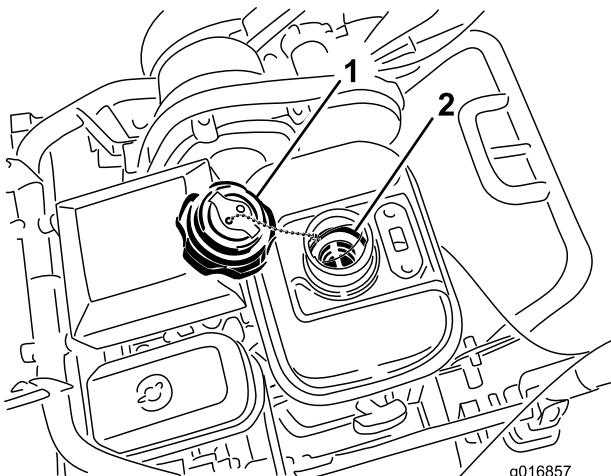

Рисунок 37
3. Вывинтите и снимите отстойник топливного бака с топливного бака (Рисунок 37).